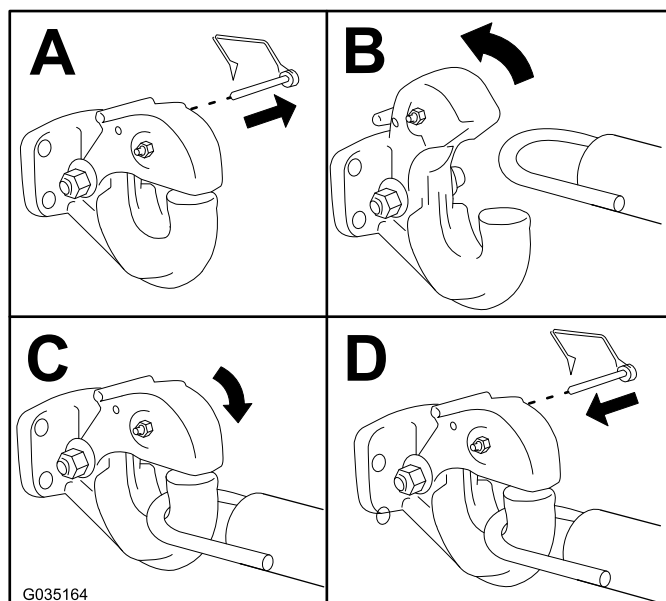

Figure 16
1. Attachez la machine comme montré à la Figure 16.